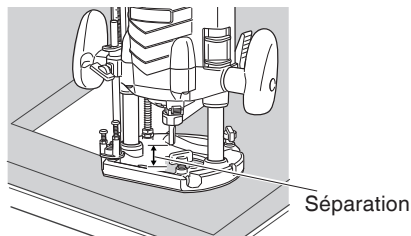

Fig. 15
- (1) Comme montré dans la Fig. 15, mettre hors contact le couteau et la pièce de travail et mettre sous tension. Ne pas commencer l'opération de découpage jusqu'à ce que le couteau ait atteint la vitesse de rotation complète.